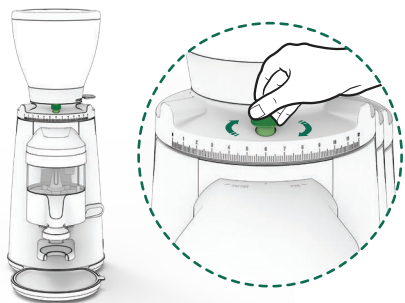

Fig. 2
Solo para el modelo K6: Una vez que alcance el punto de molienda deseado, puede ajustar la regulación del molido utilizando el freno de regulación (5) (Fig. 2).